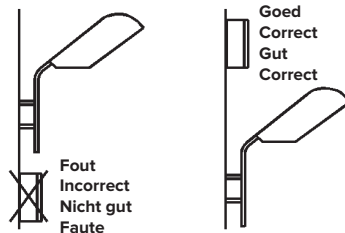

Fig. 1
**NOTE:** Before mounting, disconnect all connection cables. When in doubt consult a qualified electrician. The best position to install the device is on an outside wall facing north or east. Please ensure that the lightning operated by the device, does not illuminate the sensor window (Fig. 1).
**Achtung:** Lesen Sie vor der Montage dieser Bedienungsanleitung und Montagevor-schrift aufmerksam durch. Und schalten Sie vor der Installation das Netz ab. Befragen Sie dem Fachmann bei Zweifel. Montieren Sie vorzugsweise der "Lightguard" mit die LDR (lichtempfindlich Zelle) zum Norden oder Osten. Berücksichtigen das Sie eine Stelle Bestimmen daß der LDR nicht beeinflußbar wird durch künstliches Licht (Bild. 1).
Veillez, lors du montage, à ce que tous les points de branchements soient exempts de tension. Montez le Lightguard de préférence en orientant la cellule photo-électrique vers le NORD ou l'OUEST. Choisissez un montage tel que l'interrupteur ne puisse pas être influencé par votre propre lumière artificielle ou par une source de lumière avoisinante : vous éviterez ainsi que l'éclairage connecté ne clignote (Fig. 1).